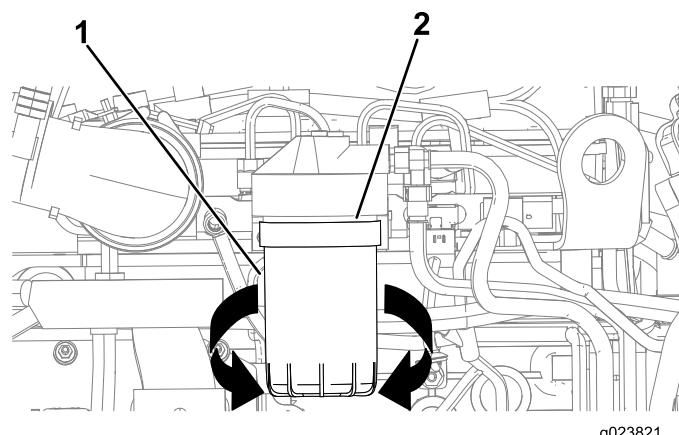

Figura 96
- Coloque un recipiente de drenaje o varios trapos debajo del filtro de combustible secundario y del adaptador del filtro de combustible (Figura 96).
- Gire el filtro de combustible en sentido antihorario y retire el filtro de combustible (Figura 96).
7. Alinee el filtro de combustible con el adaptador del filtro de combustible y gírelo en sentido horario hasta que la junta del filtro de combustible entre en contacto con el adaptador del filtro de combustible (Figura 96).
8. Apriete el filtro de combustible a mano 1/2 vuelta más (Figura 96).